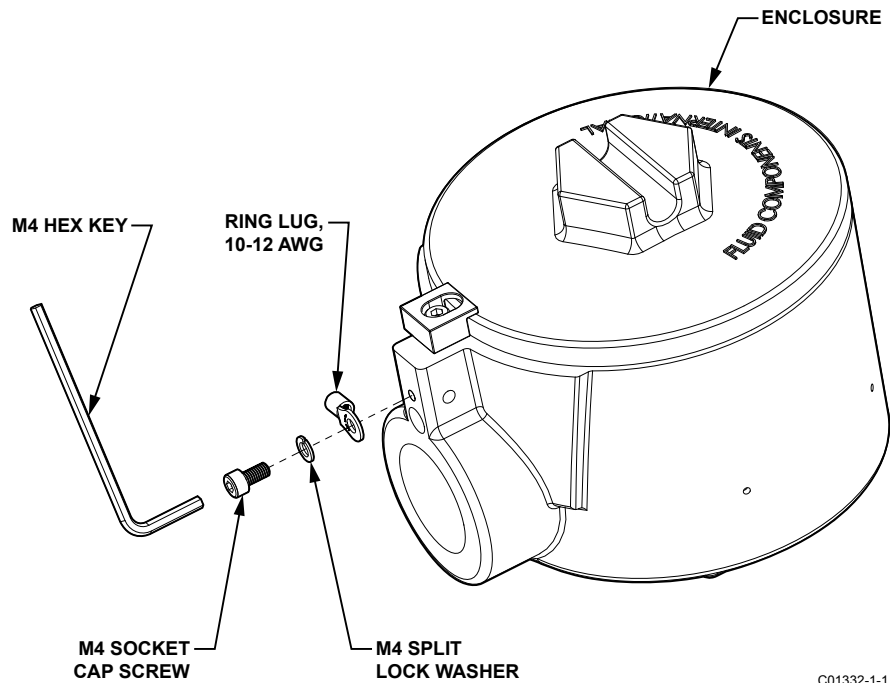

Figura 2-5 Remoção do fio-terra que prende o hardware do gabinete
2. Remova o parafuso de cabeça sextavada M4, a arruela bipartida M4 e o borne em anel do gabinete usando uma chave hexagonal M4 (chave Allen). O hardware do fio terra do gabinete é instalado na fábrica. Veja a Figura 2-5 abaixo.